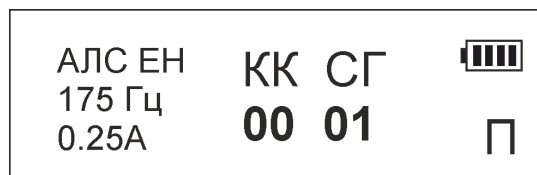

Рис. 12
1.5.3.3 На рис.12 показан пример отображения информации в режиме передачи кодов АЛС ЕН;